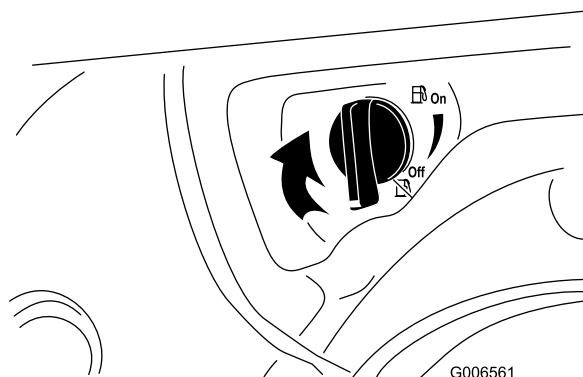

Figure 26
4. Fermez le robinet de carburant en le tournant dans le sens horaire (Figure 26).